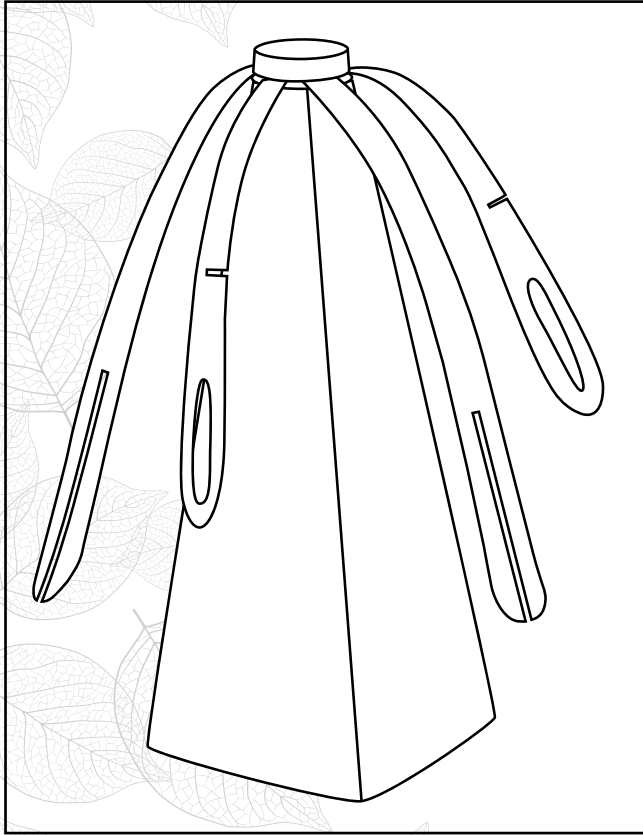

Abbildung 1
Schritt 1: Nehmen Sie den Table Guard Fly Fan™ aus der Verpackung (Abbildung 1).